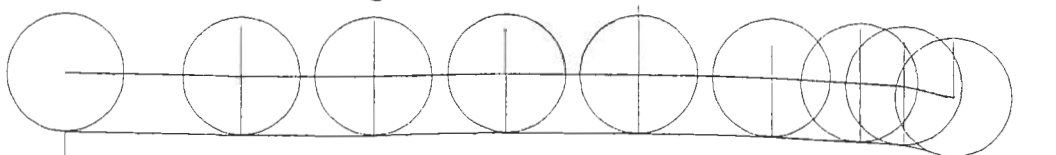

Fig. 3.2 NCフライス盤での羽根切削
2. Fig. 3.2 のようにNCフライス盤で切削する。
- ・ Fig. 3.2 では先端まで切削しているが、そうすると曲げるときに不都合なので厚めに切削しておく。